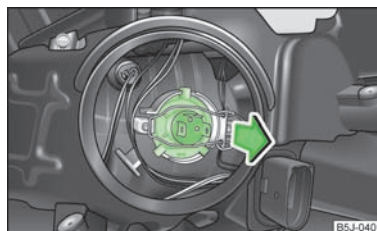

Fig. 144
- > Retirar el conector en la bombilla, desbloquear el estribo de seguridad y extraer la bombilla » fig. 144.